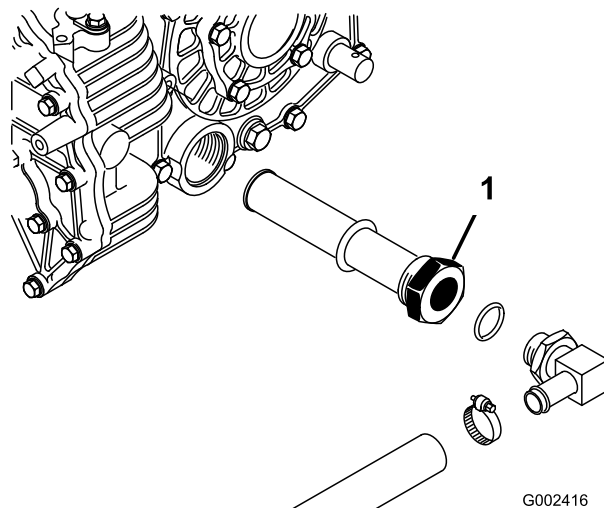

Figura 69
3. Annotatevi l'orientamento del flessibile idraulico e del raccordo a 90° collegati al filtro sul fianco del serbatoio (Figura 69). Togliete il flessibile idraulico e il raccordo a 90°.